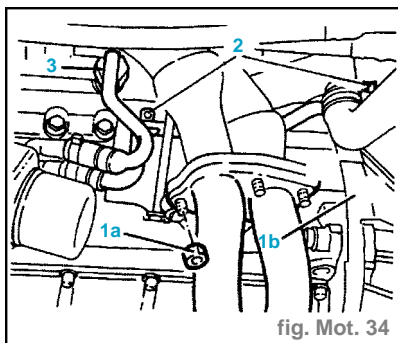
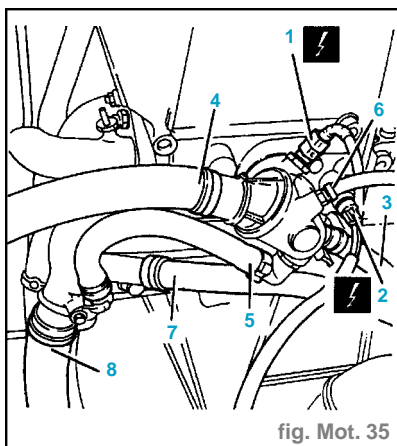

fig. Mot. 34
fig. Mot. 35
- Dévisser les écrous (1a) et déconnecter la partie avant de la tuyauterie d'échappement (1b) du collecteur (fig. Mot.34).
- Dévisser les vis de la tuyauterie d'amenée du liquide de refroidissement à l'échangeur de chaleur de l'huile moteur (2) (fig. Mot. 34).
- Dévisser le raccord de la tuyauterie de la sortie du liquide de refroidissement de l'échangeur de chaleur de l'huile moteur (3).
- Déconnecter le raccord électrique du capteur de la température de l'eau du moteur (1) (fig. Mot. 35).
- Déconnecter le raccord électrique du transmetteur combiné pour thermomètre et témoin de la température de l'eau du moteur (2).
- Déconnecter du thermostat la tuyauterie d'amenée du liquide de refroidissement au réchauffeur du système de la climatisation (3).